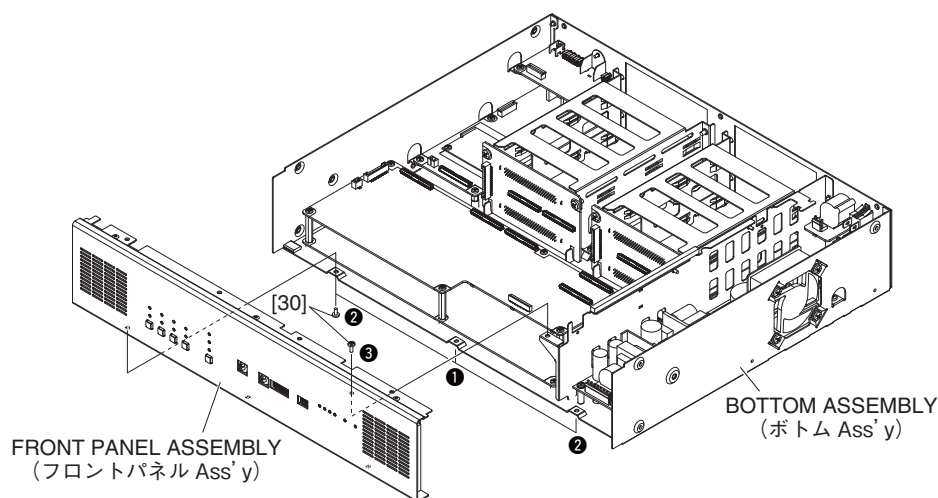

Fig. 6 (図6)
- 13-2 Remove the four (4) screws marked [30]. The front panel assembly can then be removed. (Fig. 6)
- * **When installing the front panel assembly, tighten the screws marked [30] in the order ① to ③ shown in Fig. 6.**
- 13-2 [30] のネジ 4 本を外して、フロントパネル Ass'y を外します。(図 6)
- ※ フロントパネル Ass'y を取り付ける際は、図 6 に示す ①～③ の順に [30] のネジを締めてください。